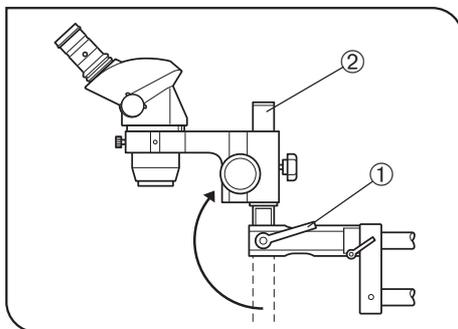

Abb. 20
5. Für die mikroskopische Untersuchung eines großen Objekts oder bei Verwendung eines Zusatzobjektivs mit weitem Arbeitsabstand den Schwenk-Feststellhebel ① lösen, den Montageschaft ② um 180° drehen, sodass er nach oben weist, und das Mikroskopstativ über dem horizontalen Arm montieren. (Abb. 20)